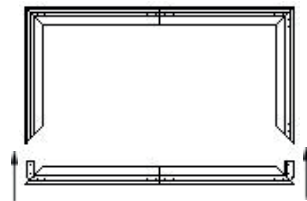

Imagen 6
6. Deslice la parte inferior del marco horizontal (A) sobre las partes verticales del marco (B) (fig. 6).